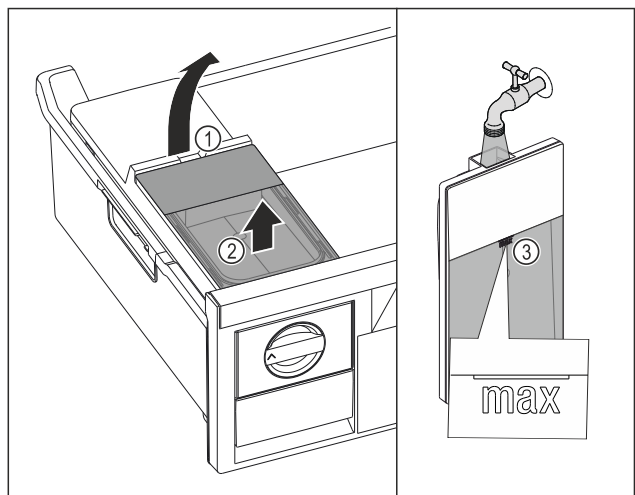

Fig. 103
- ▶ Nosta vesisäiliö lovesta Fig. 103 (1).
- ▶ Ota vesisäiliö ulos yläkautta. Fig. 103 (2)
- ▶ Täytä vesisäiliö juomavedellä merkintään Fig. 103 (3) asti.